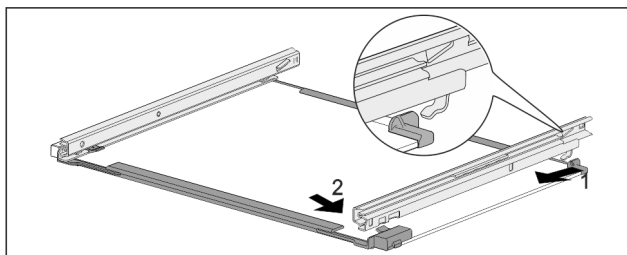

Fig. 191 Стеклянная пластина с направляющими
- ▶ Зацепите направляющую сзади. Fig. 191 (1)
- ▶ Защелкните направляющую спереди. Fig. 191 (2)